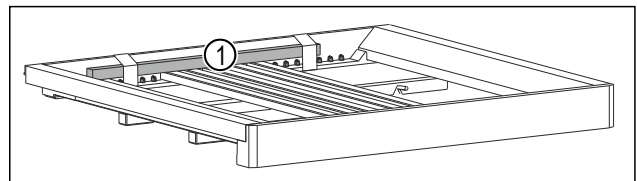

Fig. 5 *
- Retirer la tige en bois Fig. 5 (1).*